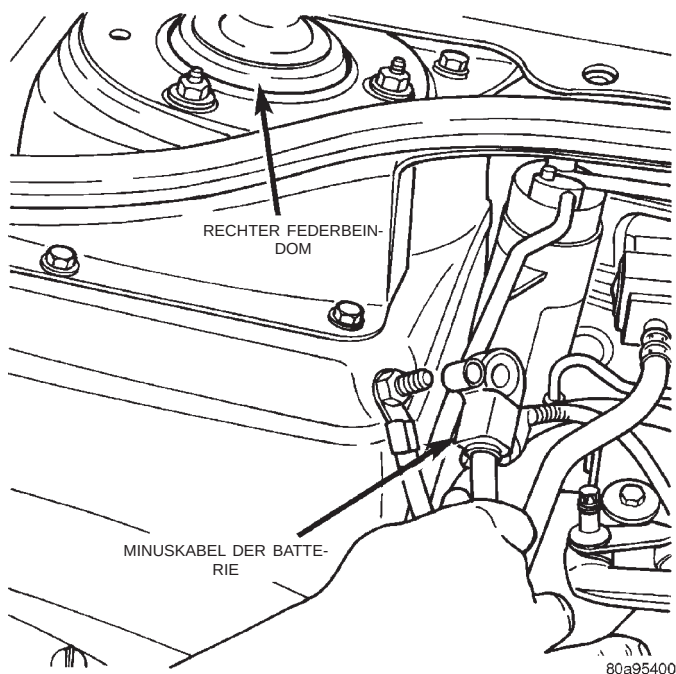
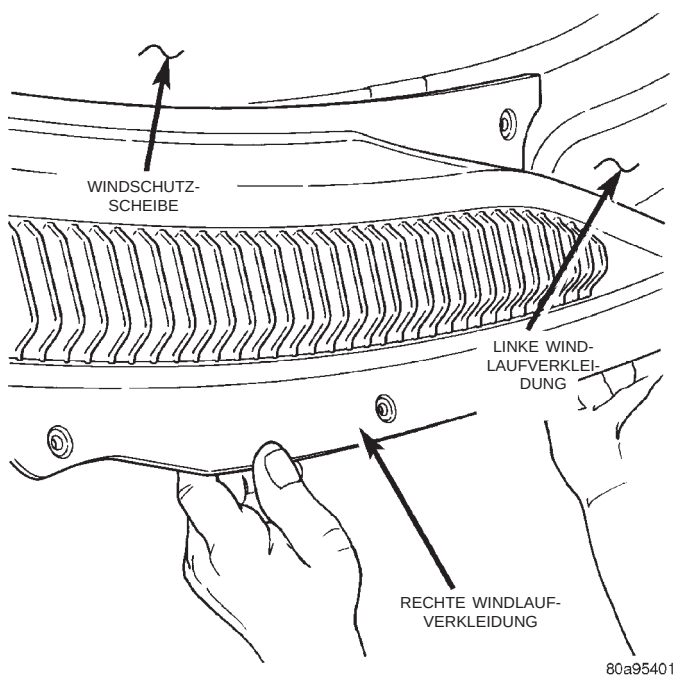

Abb. 26 Zusatz-Überbrückungsanschluß für Minuskabel
Abb. 27 Windlaufverkleidungen
- (1) Kraftstoffdruck abbauen. Näheres hierzu siehe Kapitel 14, "Kraftstoffanlage".
- (2) Minuskabel (-) vom Zusatz-Überbrückungsanschluß am rechten Federbeindom abklemmen (Abb. 26).
- (3) Lage der Motorhaube an den Scharnieren kennzeichnen und die Haube abbauen.
- (4) Kühlsystem entleeren. Näheres hierzu siehe Kapitel 7, "Kühlsystem".
- (5) Beide Wischerarme abbauen.
- (6) Windlaufverkleidungen rechts und links abbauen (Abb. 27).